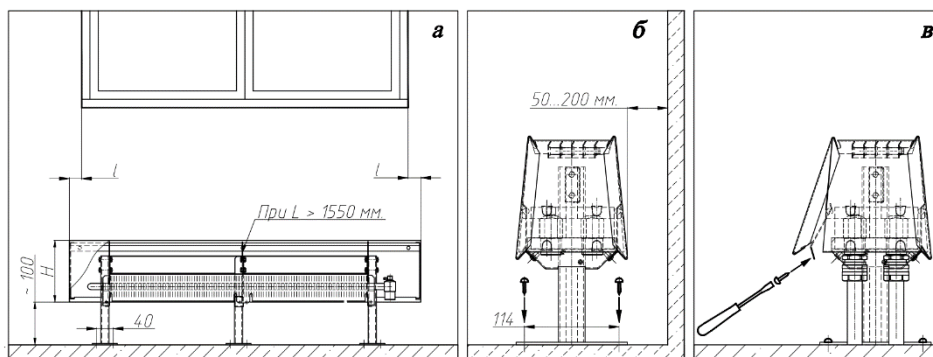

Рис.3
5.9. Навесить защитную решётку, боковину (если они были сняты). Навесить отсечную планку рис. 3б.